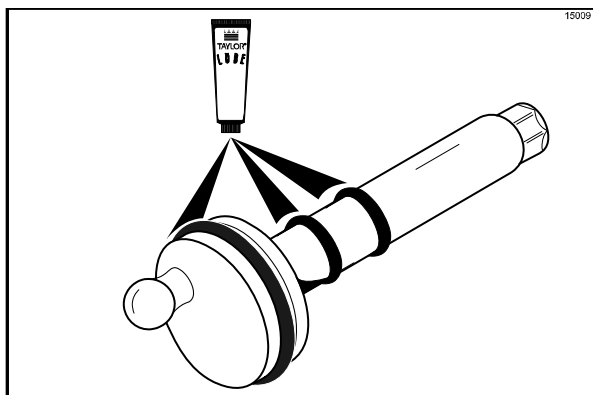

Рисунок 154
13. Наденьте большой черный кольцевой уплотнитель и два малые черные кольцевые уплотнители в канавки на приводном валу. Тщательно смажьте кольцевые уплотнители и вал. Шестигранный торец вала смазывать ЗАПРЕЩАЕТСЯ. (См. рис. 154)